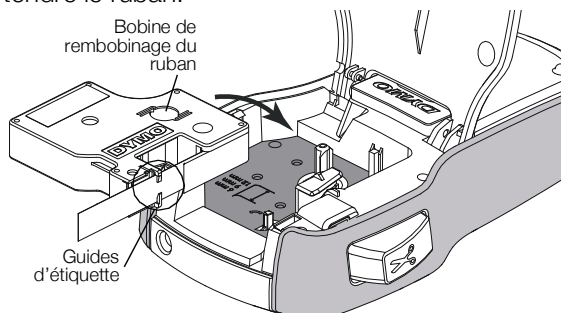

Figure 4
- 2 Assurez-vous que l'étiquette et le ruban sont tendus sur toute l'ouverture de la cassette et que l'étiquette passe entre les guides d'étiquette. Voir la Figure 4.